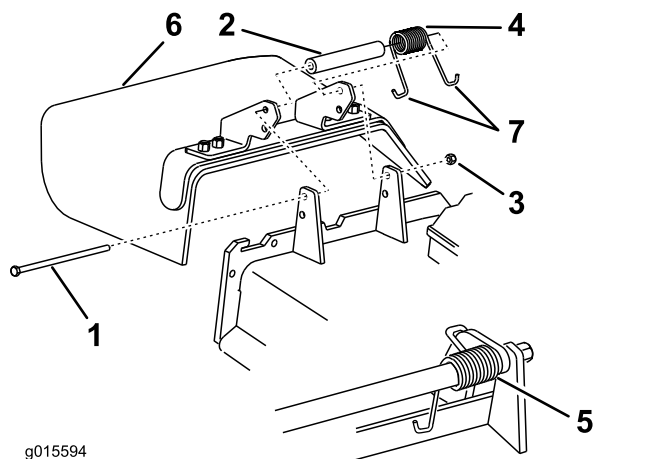

Figura 7
1. Retire el conducto de descarga lateral de la plataforma del cortacésped (Figura 7).